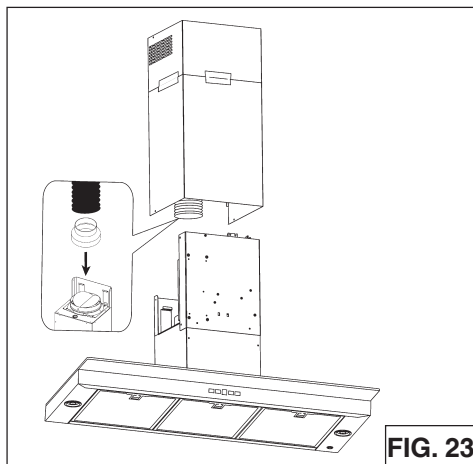

FIG. 23
8. Allongez le conduit extensible, fixez l'adaptateur de 15,2 à 20,3 cm (de 6 à 8 po) et scellez les joints avec du ruban à conduit (Fig. 23).